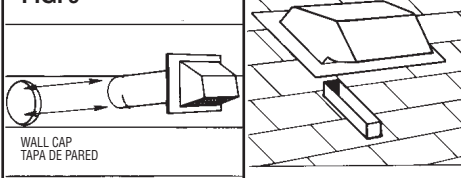

FIG. 10
- Bring electrical cable through access hole drilled in wall or bottom of cabinet. Provide 6" wire leads and install proper connector for type of cable being used. Remove lock nut from connector and let prepared cable project through cabinet or wall opening so it is ready for installation into range hood. (FIG. 10)
- Pase el cableado eléctrico a través del hueco de acceso perforado en la pared o la parte inferior del gabinete. Suministre alambres de por lo menos 6" e instale el conector apropiado para el tipo de cable que está usándose. Quite la tuerca de traba del conector y deje que el cable preparado se proyecte a través del gabinete o abertura de pared de manera que esté listo para instalarse dentro del extractor. (FIG. 10)